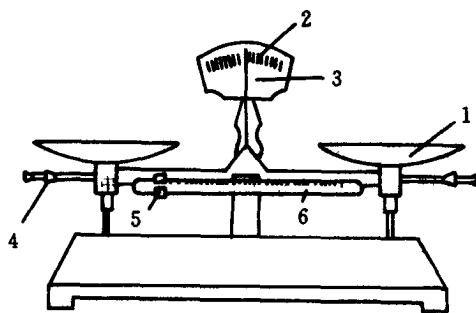

图 1.4 台称
(7) 台称。在有机实验室中，常用于称量物体的仪器是台称。小台称（图 1.4），一般的称量范围是  $100\text{ g}$ ，能称准到  $0.1\text{ g}$ 。台称的左边秤盘放置被称量的物体，右边秤盘放砝码。称重前，若杠杆支点处指针倾斜，表示两臂不平衡，可调节两端的平衡螺丝，使指针指向标尺